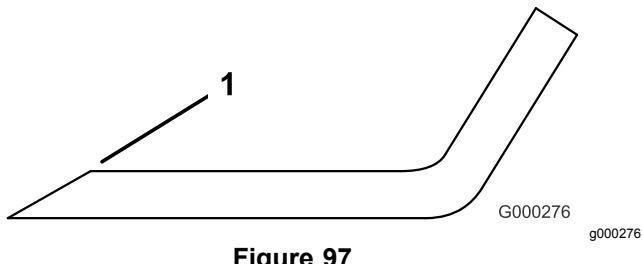

Figure 97
1. Au moyen d'une lime, aiguissez les tranchants à chaque bout de la lame (Figure 97).